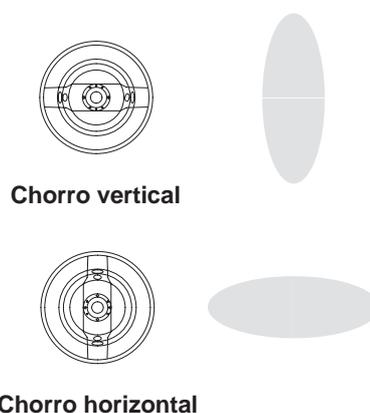

Fig. 16
2. Afloje el anillo de retención de la válvula de aire y gire ésta para obtener un chorro de pulverización vertical u horizontal. Vea la Fig. 16. Después, apriete el anillo de retención hasta que la válvula de aire esté firmemente sujeta; no debe ser posible girar a mano las palanquitas de la válvula de aire.